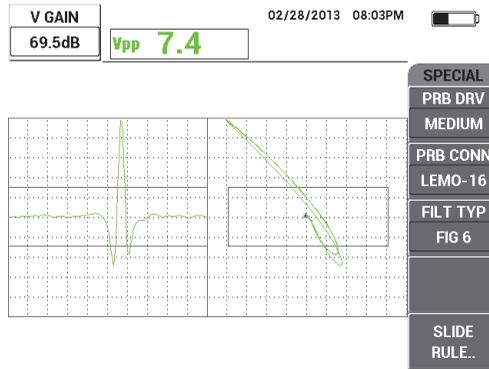

Figura 5-67 Ajuste de la ganancia vertical
8. Pulse dos veces la tecla GAIN (**dB**) y, después, incremente la ganancia vertical (**V GAIN**) hasta que la señal de la perforación alcance la altura completa de la pantalla (100 % vertical). Vea la Figura 5-67 en la página 193.